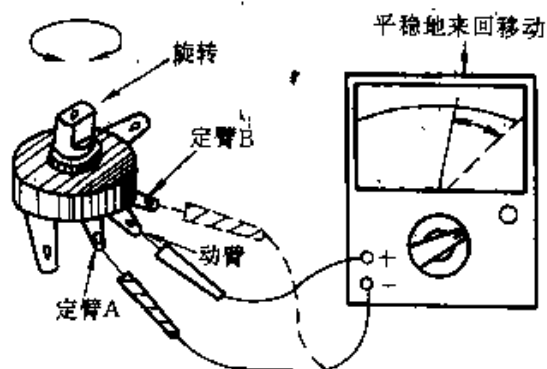

图 2-33
① 检测标称阻值:根据电位器标称阻值的大小,将万用表置于适当的“ Ω ”挡位,两表笔短接,然后转动调零旋钮校准 Ω 挡“0”位。万用表两表笔(不分正、负)分别与电位器的两定臂相接,表针应指在相应的阻值刻度上。如表针不动、指示不稳定或指示值与电位器标称值相差很大,则说明该电位器已损坏。
② 检测动臂与电阻体的接触是否良好:万用表一表笔与电位器动臂相接,另一表笔与定臂 A 相接,来回旋转电位器旋柄,万用表表针应随之平稳地来回移动,如图 2-33 所示。如表针不动或移动不平稳,则该电位器动臂接触不良。然后再将接定臂 A 的表笔改接至定臂 B,重复以上检测步骤。